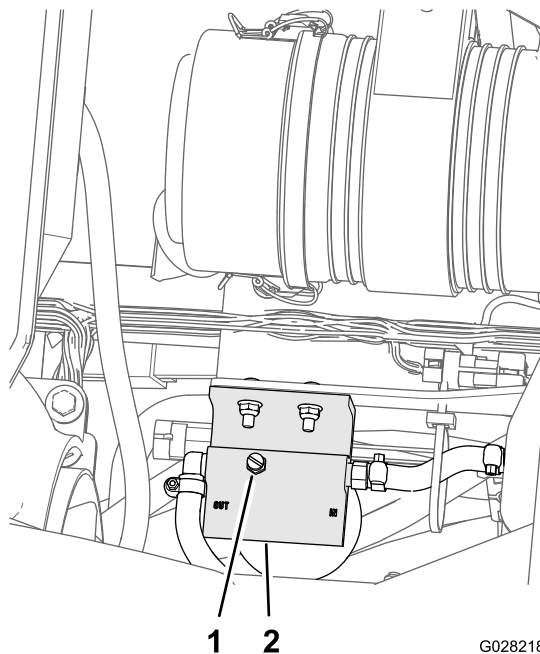

Figura 75
5. Desaperte o tampão de ventilação na parte superior do separador combustível/óleo (Figura 75).
7. Aperte o tampão de ventilação e rode o interruptor da ignição para a posição DESLIGAR (Figura 75).